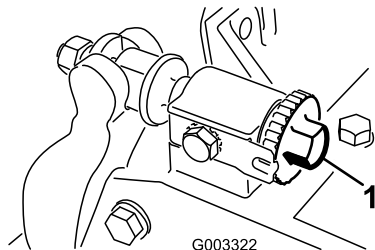

图27
1. 逆时针旋转底刀调节旋钮（图27），直至没有任何接触，可以松开滚刀与底刀的接触。